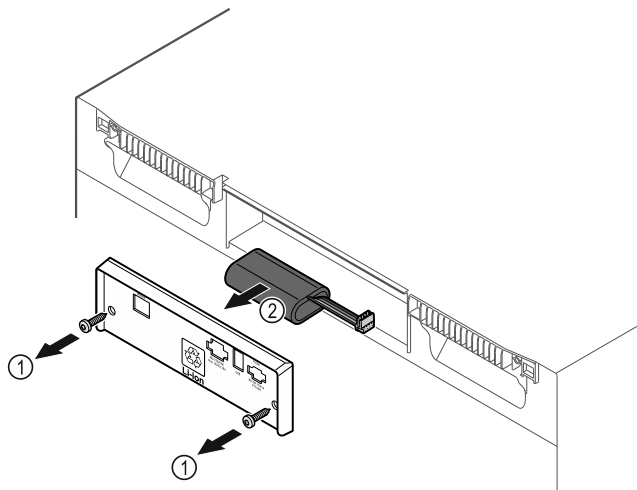

Fig. 229
- ▶ Deșurubați șuruburile și scoateți capacul de pe partea din spate a aparatului Fig. 229 (1).
- ▶ Deconectați și scoateți bateria Fig. 229 (2).